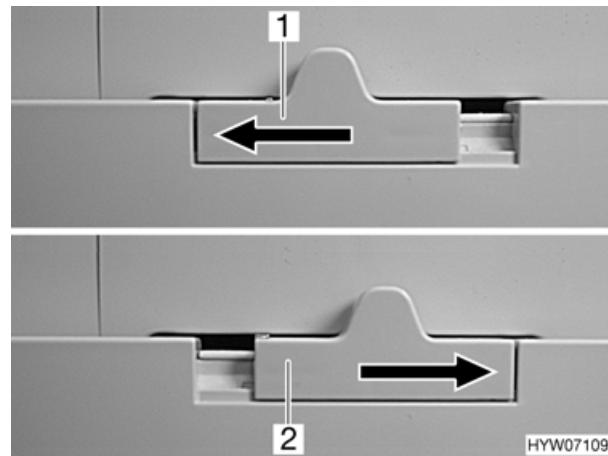

Bild 90 Verriegelung der Kühlschranktür (Variante 3)
- Verriegelung (Bild 90,1) nach links schieben.
- Verriegelung ganz nach rechts (Bild 90,2) schieben.